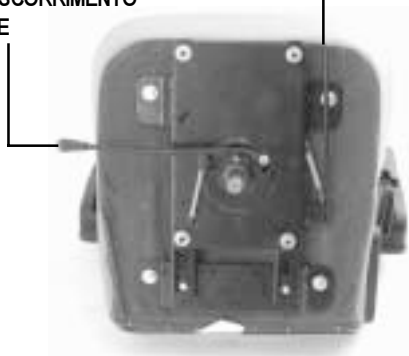

Figura 10. Regolazioni sedile
1. Spingere in avanti la leva sblocco sedile per liberarlo. Si veda figura 10.
Il sedile del Legend può essere spostato in avanti o all'indietro, su una di tre posizioni predefinite, regolando dunque la distanza ottimale fra sedile e manubrio. Si veda figura 10.